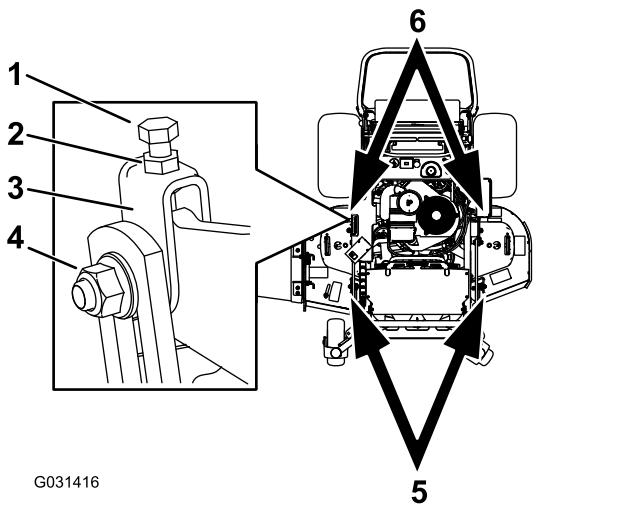

Figura 81
1. Afloje la contratuerca y el perno lateral de las horquillas que desea ajustar (Figura 81).
2. Gire el perno superior de las horquillas para ajustar la altura de la carcasa de corte (Figura 81).
5. Si la medida no es correcta, localice las dos horquillas en la máquina (Figura 81).